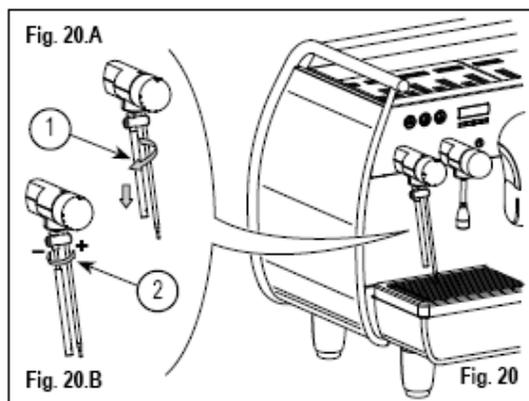

Рис. 20
Чтобы увеличить/уменьшить количество воздуха, подаваемого в молоко при помощи парового крана AutoSteam (и, следовательно, увеличить/уменьшить густоту молочной пенки), действовать, как показано на **рис. 20**:
- 1) Открутите наконечник из нержавеющей стали (1), как показано на **рис. 20 А**.
- 2) Чтобы увеличить/уменьшить количество воздуха, регулируйте тефлоновый наконечник (2), как показано на **рис. 20 В**.